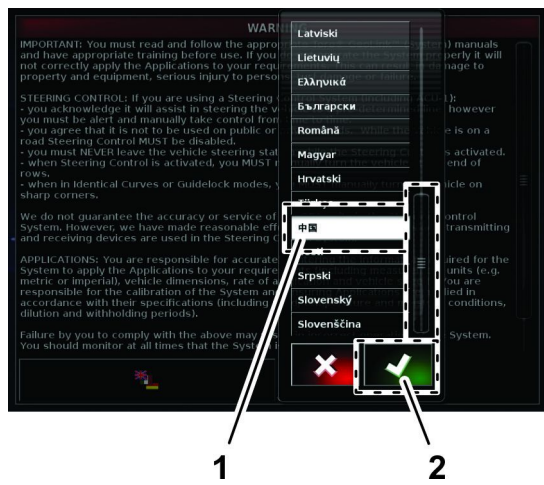

図 15
2. 言語選択ボックスで、希望する言語を探して選択肢、Yes アイコンを押す 図 15。